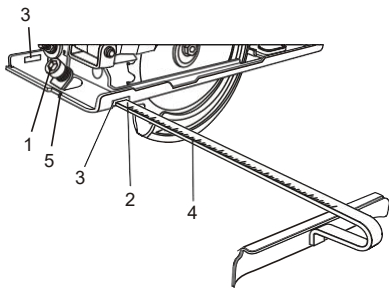

Fig. 5
1. Desaperte o parafuso de fixação da calha de deslize (1) no sentido anti-horário com aproximadamente 2 voltas usando a chave hexagonal de 5 mm (Fig. 5).
2. Deslize a haste de montagem da calha de deslize (2) para dentro dos slots de montagem (3) na lâmina.
3. Alinhe a largura de corte desejada na escala (3) com a marca de corte 0° (5) na lâmina.